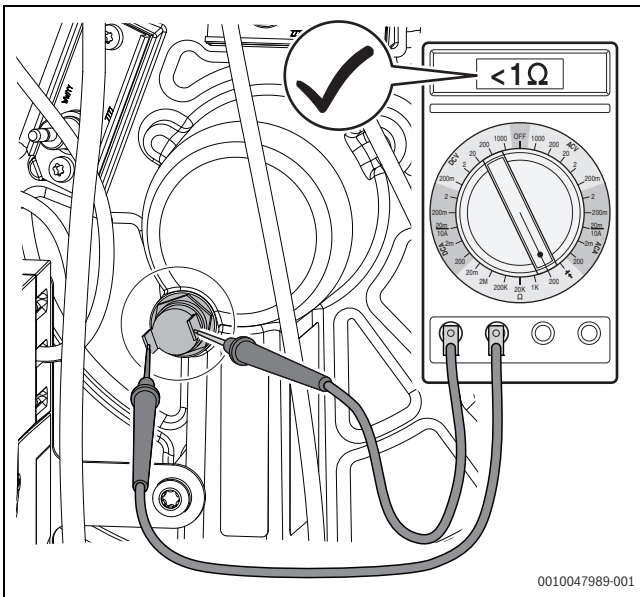

Bild 77 Elektrischen Widerstand an den Kontakten des Temperaturwächters messen (Temperaturwächter in Ordnung)
- Elektrischen Widerstand an den Kontakten des Temperaturwächters messen (→ Bild 77).